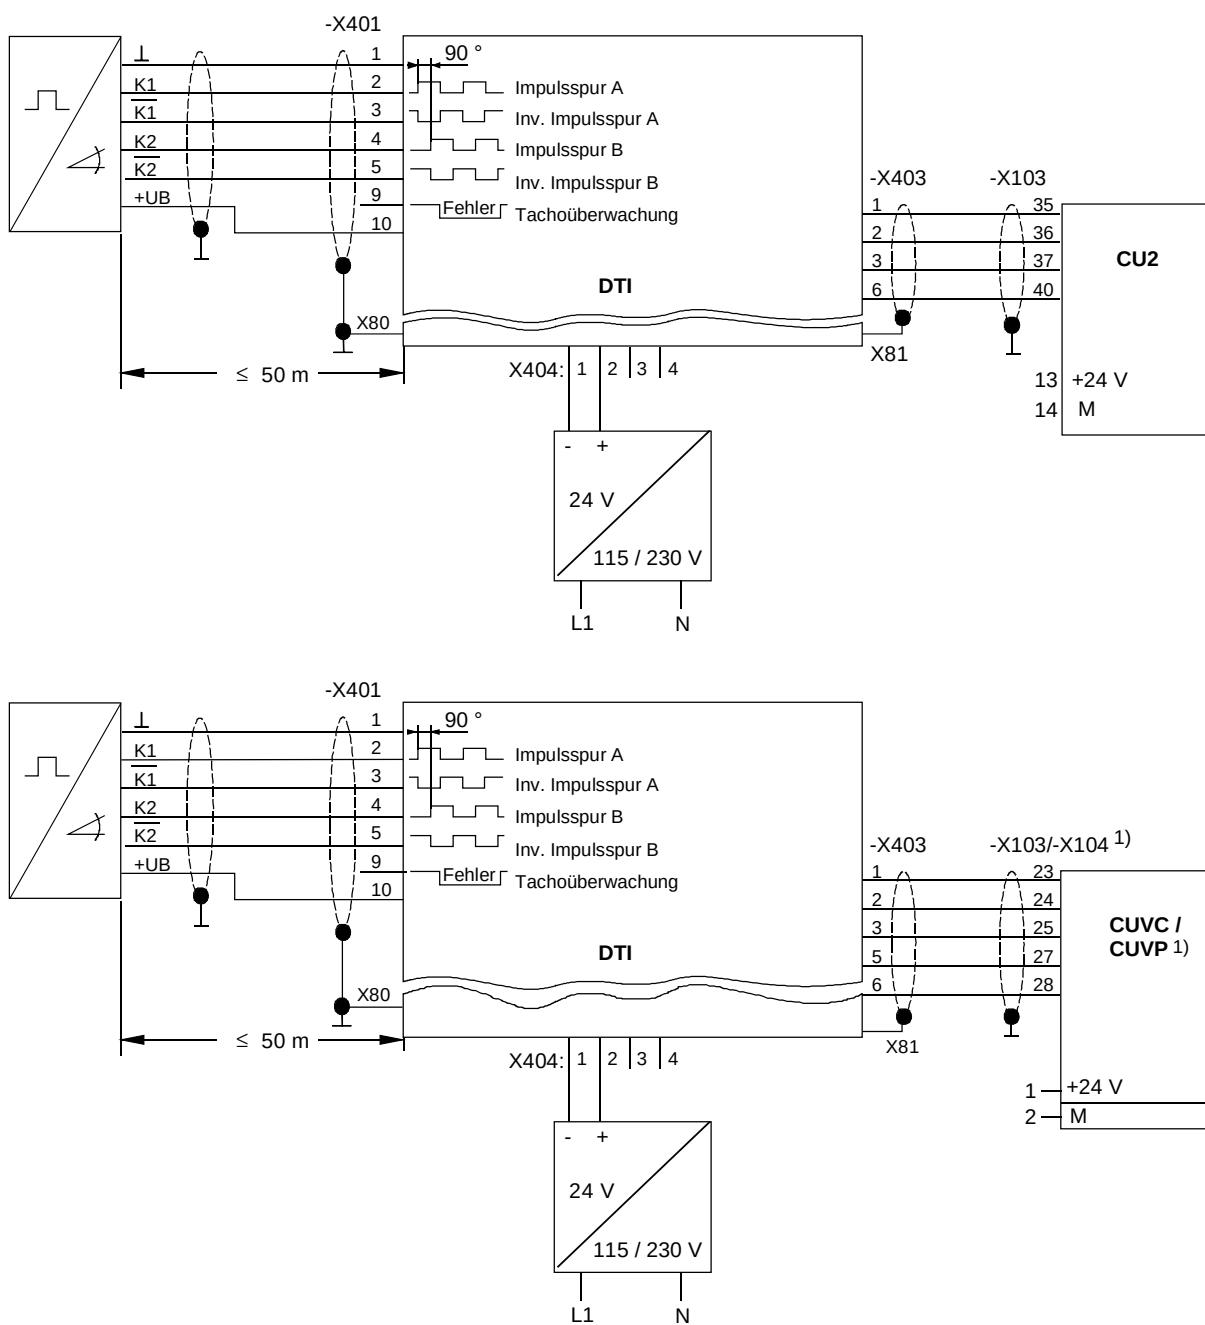

Bild 5-1
- ◆ Verbindung zum Umrichter festlegen bzw. kontrollieren (siehe Bild 5-1 und 5-2)